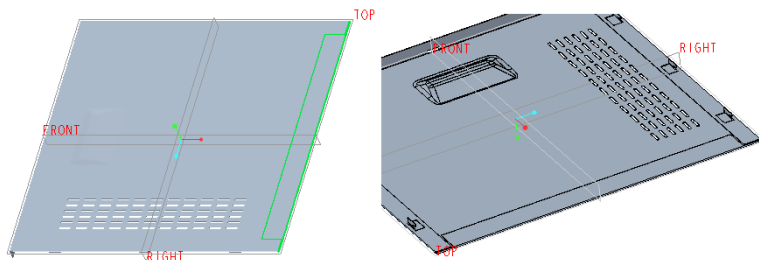

图 6-47 折弯效果
(8) 在“折弯”选项卡中单击  (完成) 按钮, 完成此折弯特征创建, 折弯效果如图 6-47 所示。